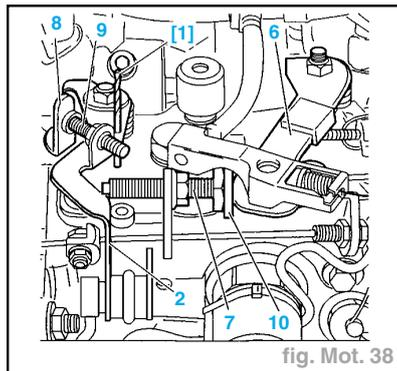

fig. Mot. 38
- Régler le régime de ralenti en agissant sur la vis de réglage du ralenti (9) (fig. Mot. 38).